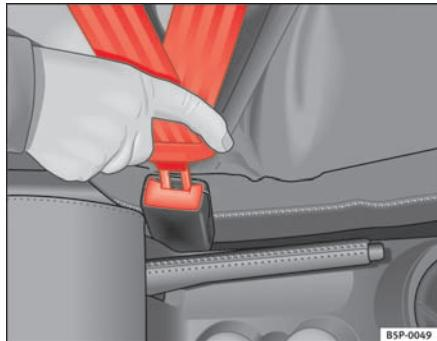

Fig. 11 Cierre y lengüeta del cinturón de seguridad
- Introduzca la lengüeta en el cierre del asiento correspondiente hasta que encastre de un modo audible **⇒ fig. 11**.